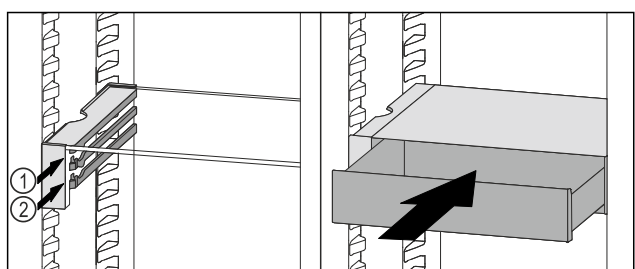

Fig. 82
- ▶ Założyć szufladę VarioSafe za stoperami na wybranych żebrowach Fig. 82 (1) lub Fig. 82 (2).